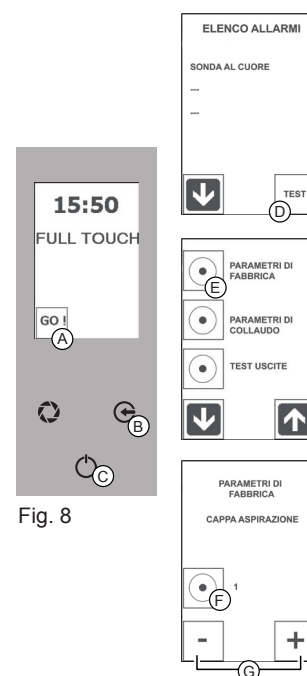

Fig. 8
1. Appuyer le pictogramme "GO!" pour activer le menu principal (Fig. 8/A)
2. Appuyer le pictogramme "GO!" et en même temps "ENVOI" pour sélectionner la fonction "LISTE DES ALARMS" (Fig. 8/A+C).
3. Appuyer les pictogrammes "TEST" (Fig. 8/D) et "PARAMETRES" (Fig. 8/E) pour entrer dans la fonction.
4. Appuyer plusieurs fois le pictogramme "PLUS" (fig. 8/G) pour sélectionner la fonction "HOTTE D'ASPIRATION" et le pictogramme "CONFIRMATION" (Fig. 8/F) pour entrer dans la fonction.
5. Imposer la valeur "1" avec le pictogramme "PLUS" et appuyer sur le pictogramme "CONFIRMATION" pour mémoriser (Fig. 8/F).
Appuyer plusieurs fois le bouton "ESC" (Fig. 8/B) pour sortir de la fonction et retourner au cadre initiale.